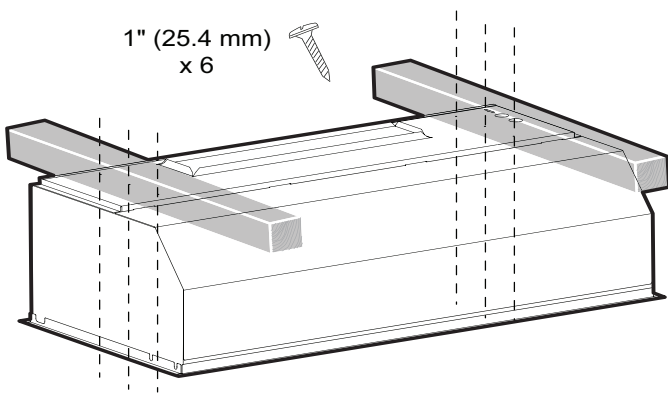

Figure 31 : Vis latérales
- c) Fixez les côtés du boîtier à l'aide de six vis de montage 1 po (25,4 mm), comme illustré sur la Figure 31.